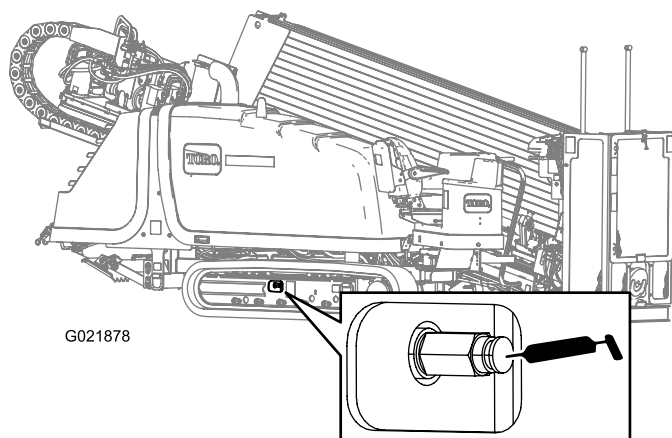

Рисунок 99
2. Удалите грязь и мусор вокруг клапана консистентной смазки для натяжения гусениц (Рисунок 99).
4. Заправьте консистентную смазку в масленку, пока натяжение не достигнет 22,063 кПа (3200 фунтов на кв. дюйм [220,63 бар]), как показано на Рисунок 99.
4. Поверните клапан консистентной смазки для натяжения гусеницы в направлении против часовой стрелки не более чем на 1 оборот (Рисунок 99).